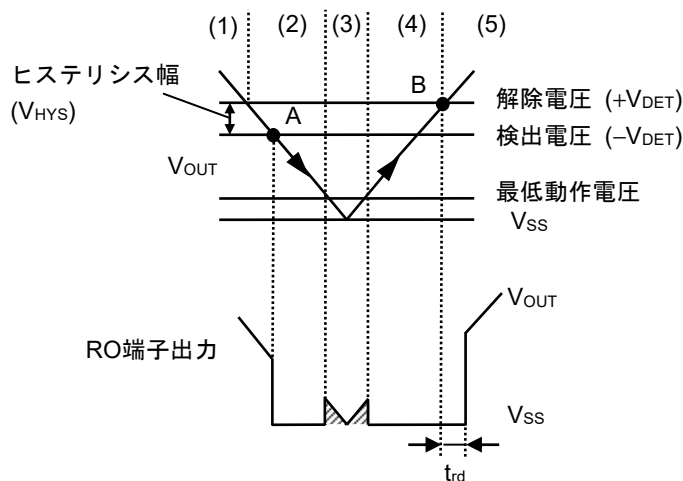

図36 ディテクタ部のタイミングチャート
- (1) レギュレータの出力電圧 ( $V_{OUT}$ ) がディテクタの解除電圧 ( $+V_{DET}$ ) 以上で、Nchトランジスタ (N1, N2) はオフになり、RO端子に "H" が出力されます。このときPchトランジスタ (P1) はオン状態で、コンパレータ (C1) への入力電圧は  $\frac{R_B \cdot V_{OUT}}{R_A + R_B}$  になります。
- (2)  $V_{OUT}$  が低下し  $+V_{DET}$  以下になっても、検出電圧 ( $-V_{DET}$ ) 以上であればRO端子に "H" が出力されます。 $V_{OUT}$  が  $-V_{DET}$  (図36のA点) 以下になるとC1によって制御されるN1はオンになり、 $C_{DLY}$ が放電されます。同時に、遅延回路によって制御されるN2はオンになり、RO端子に "L" が出力されます。このときP1はオフになり、C1への入力電圧は  $\frac{R_B \cdot V_{OUT}}{R_A + R_B + R_C}$  になります。
- (3)  $V_{OUT}$  がさらに低下し、ICの最低動作電圧以下になると、RO端子出力は不定になります。RO端子がプルアップされる場合、"H" が出力されます。
- (4)  $V_{OUT}$  が最低動作電圧以上に上昇するとRO端子に "L" が出力されます。また、 $V_{OUT}$  が  $-V_{DET}$  を越えても  $+V_{DET}$  未満の場合には出力は "L" になります。
- (5) さらに  $V_{OUT}$  を上昇させ  $+V_{DET}$  (図36のB点) 以上になるとN1はオフになり、 $C_{DLY}$ が充電されます。 $V_{DLY}$ がしきい値電圧 (1.25 V typ.) になると、遅延回路によって制御されるN2はオフになり、RO端子に "H" が出力されます。